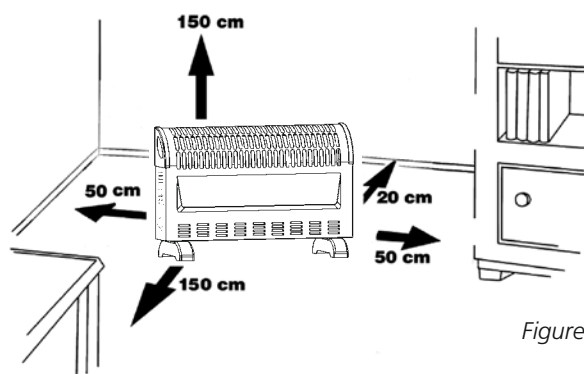

Figure 6.
5. Assurez-vous qu'il y ait suffisamment d'espace autour du chauffage d'appoint. Voir figure 6.